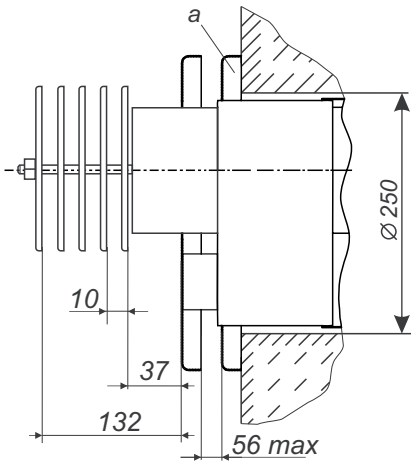

Рис. 3. Встановлення дисків димоповітряного блоку для апаратів потужністю 10-15 кВт
1 - вхідний патрубков підведення води в другий контур; 2 - газовий клапан; 3 - термоіндикатор; 4 - стаканчик для установки балона терморегулятора і термоіндикатора; 5 - датчик перегріву; 6 - вихідний патрубков другого контуру; 7 - патрубков підключення газу; 8 - димоповітряний блок (докладніше рис.3, 5, 5а); 9 - патрубков відводу води в систему опалення; 10 - місце установки ТЕНа (ТЕН в комплектацию апарата не входить); 11 - патрубков подачі води з системи опалення; 12 - оглядове вікно; 13 - запальник; 14 - основний пальник; 15 - турбулізатор
6.3.1. В зовнішній стіні будинку, згідно з рис. 2, пробити горизонтальний канал діаметром 190 мм для апаратів потужністю 7 кВт, 250 мм для апаратів потужністю 10-15 кВт (рис. 3; 5). При цьому необхідно враховувати, що для забезпечення установки та зняття апарата, а також для зняття та установки газопальникового пристрою перед фронтом апарата на відстані **не менше 1 м від стіни** не повинно бути ніяких будівельних елементів або стаціонарно встановленого обладнання.
Для апаратів потужністю 10-15 кВт на виступаючий газохід зовнішній установити набір дисків. Закріпити диск "а" до зовнішньої стіни і відрегулювати їх (рис. 3).